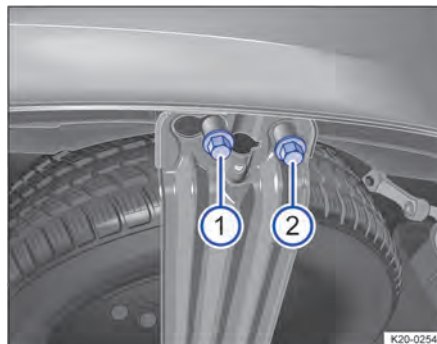

Abb. 228 Unter dem Fahrzeug: Sicherungsschraube ① und Befestigungsschraube ② der Reserveradhalterung.
1. Mit dem Radschlüssel aus dem Bordwerkzeug die Sicherungsschraube → Abb. 228 ① bis zum Leerlauf lösen.
2. Befestigungsschraube → Abb. 228 ② ganz herausschrauben.
6. Befestigungsschraube → Abb. 228 ② vollständig mit dem Radschlüssel ein- schrauben.
7. Sicherungsschraube → Abb. 228 ① vollständig mit dem Radschlüssel ein- schrauben.